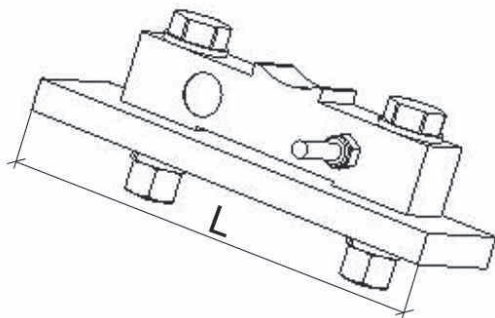

Рис. 4
2. Закрепите на полке тензометрический датчик (рис. 4).